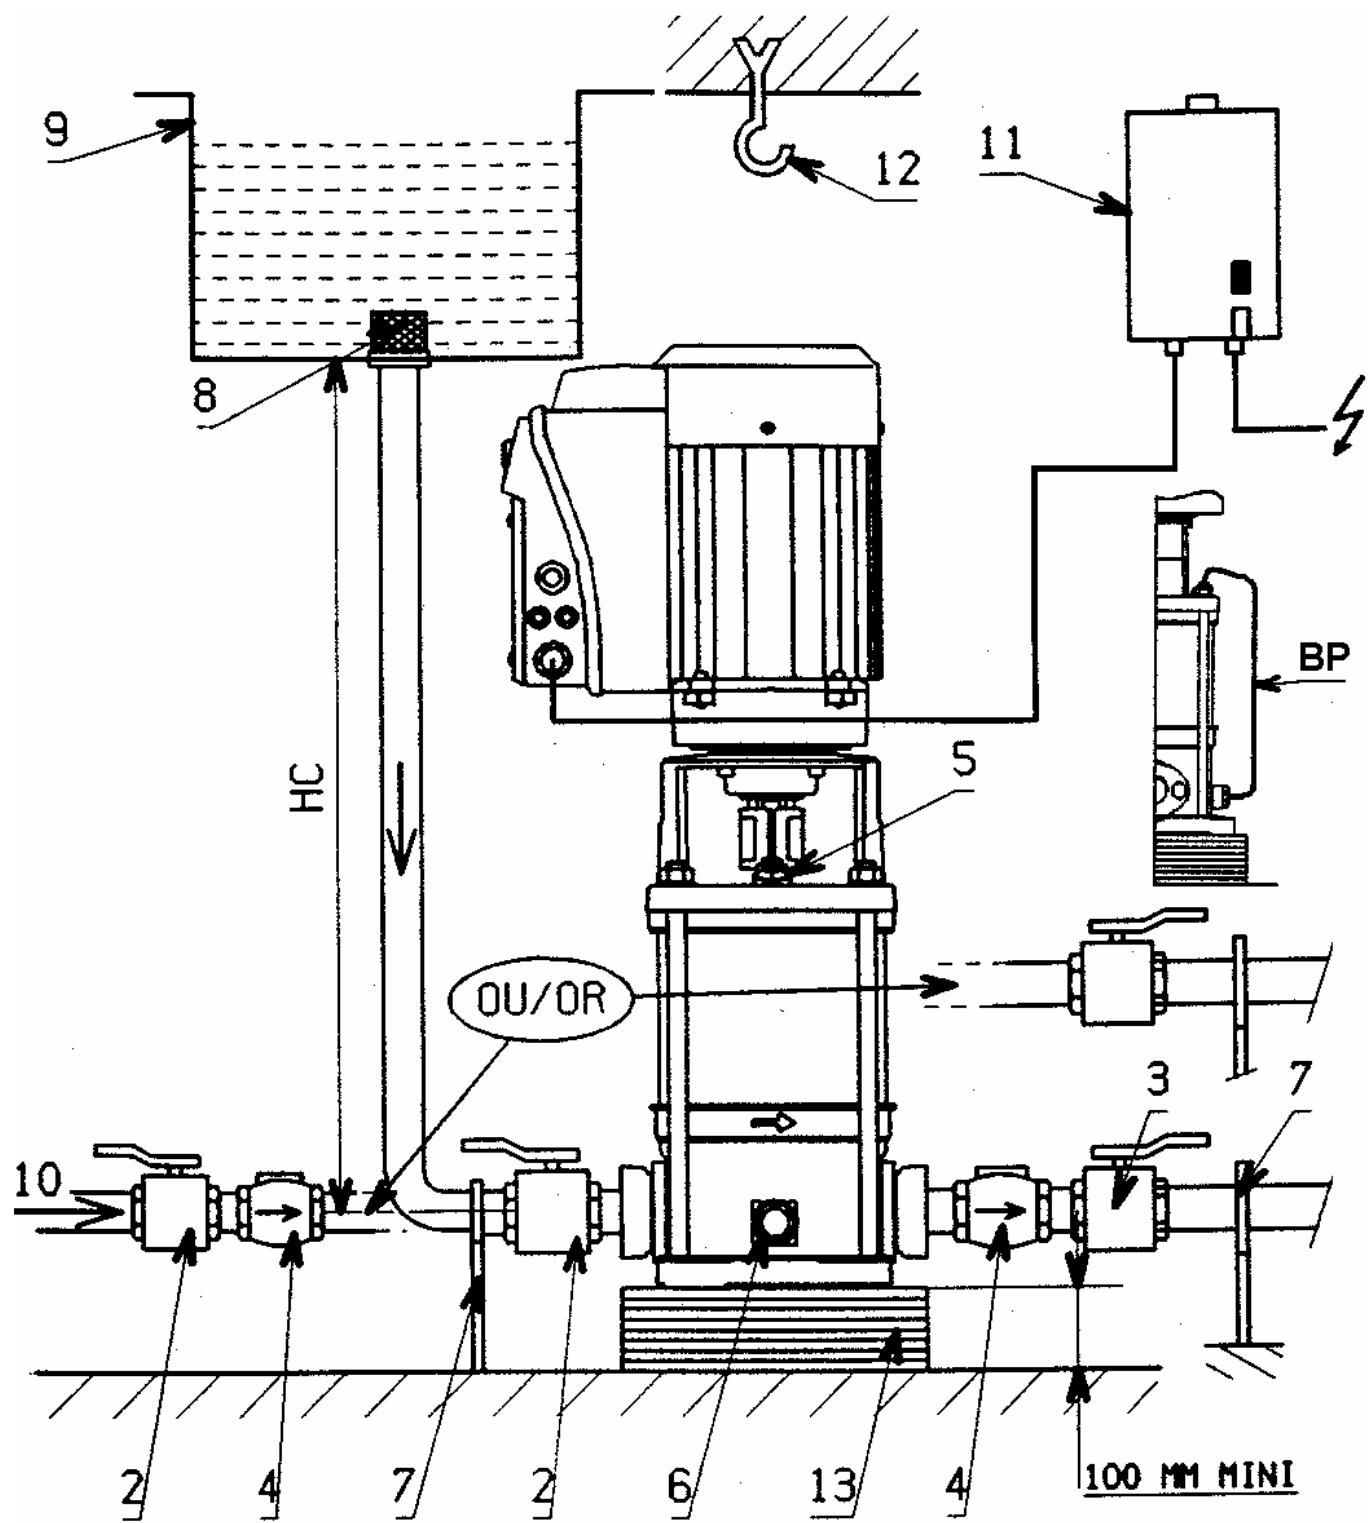

Рис. 1
■ Закрыть оба запорных вентиля и открыть, повернув на 1,5 – 2 оборота винт для удаления воздуха (рис. 1, Поз.5).
■ Медленно открыть запорный вентиль (рис. 1, Поз.2) со стороны всасывающего патрубка. Дождаться полного удаления воздуха до момента появления воды из винта для удаления воздуха. Выход воздуха можно определить по шипению. Затем завернуть винт для удаления воздуха.
- Медленно открыть запорный вентиль со стороны напорного патрубка (рис. 1, Поз. 3). Проверить показания манометра на напорном трубопроводе на возможную нестабильность показаний давления (распознается по дрожанию стрелки манометра). При нестабильных показаниях давления заново удалить воздух.
- Если место установки насоса не защищено от замерзания, то в холодное время года необходимо слить воду из насоса и трубопроводов. Для чего закрыть запорные вентили и открыть сливное отверстие (рис. 1, Поз. 6) и винт для удаления воздуха (рис.1, Поз.5).